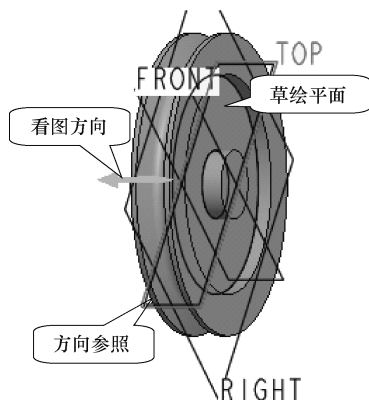

图 4-142 定义草绘截面放置属性
(8) 单击【拉伸】按钮 ，在对话框单击【移除材料】按钮 ，使其处于按下状态。
(9) 在操控板中单击【放置】按钮，弹出【放置】下滑面板。
(10) 单击其中的 **定义...** 按钮，在弹出的【草绘】对话框中定义草绘视图的放置属性。选取如图 4-142 所示的环形平面作为草绘平面，看图方向朝左，选取“TOP”面作为方向参照，方向设为“顶”，单击  按钮，进入草绘界面。